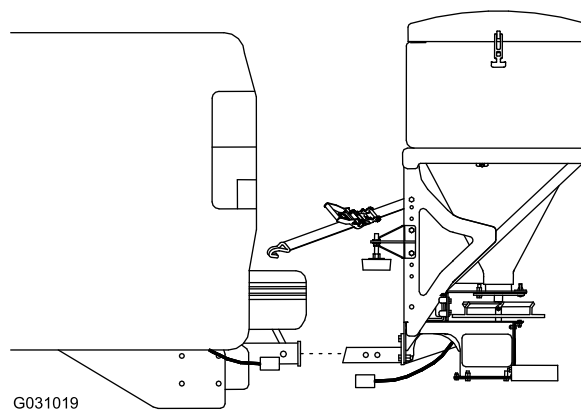

Figura 16
5. Glisați dispozitivul de împrăștiere în afara cârligului de prindere al vehiculului dumneavoastră (Figura 16).